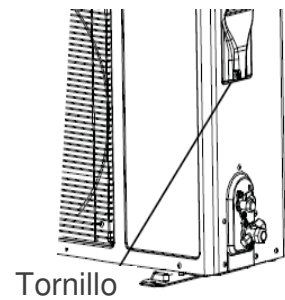

Fig .13
- Desatornille y desmonte la cubierta del dispositivo electrónico. (Fig. 13)